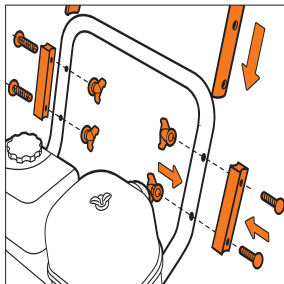
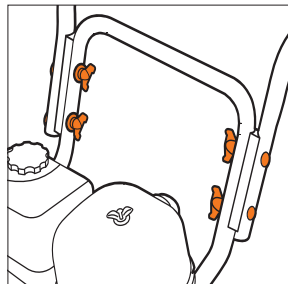
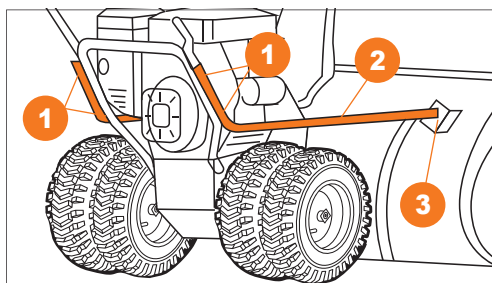

Рис. 13
Рис. 14
Рис. 15
**DAST 8565 / 8570 / 9070 / 1080 / 1370 / 1590** Выкрутите болты и гайки из верхней части нижней рукоятки с каждой стороны (Рис. 3) (Рис. 13). Совместите верхнюю часть рукоятки панели оператора с нижней частью, установите проставку и закрепите болтами и гайками с каждой стороны (Рис. 14).
**DAST 17110** Выкрутите болты и гайки из верхней части нижней рукоятки с каждой стороны (Рис. 13) Совместите верхнюю часть рукоятки панели оператора с нижней частью, установите проставку и штангу, и закрепите болтами и гайками ① с каждой стороны, закрепите штангу ② на ковше ④, закрепите крепежом ③ (Рис. 15).